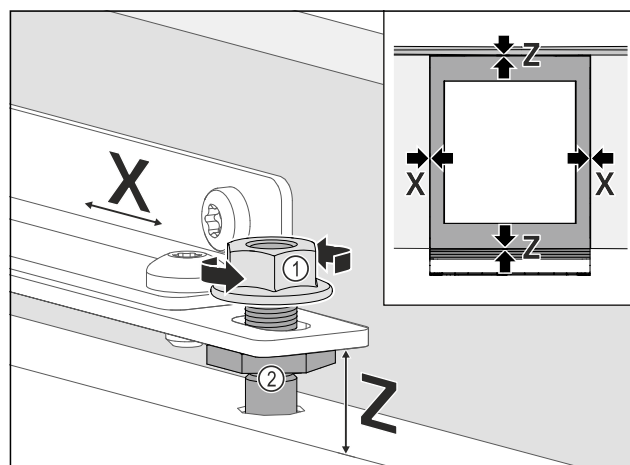

Fig. 75
- Aligner latéralement la porte du meuble : desserrer les contre-écrous Fig. 75 (1), pousser la porte du meuble dans la direction X.
- Serrer les contre-écrous Fig. 75 (1).
- Régler la porte du meuble à la hauteur Z et ajuster l'inclinaison latérale : Ajuster les boulons de réglage Fig. 75 (2).